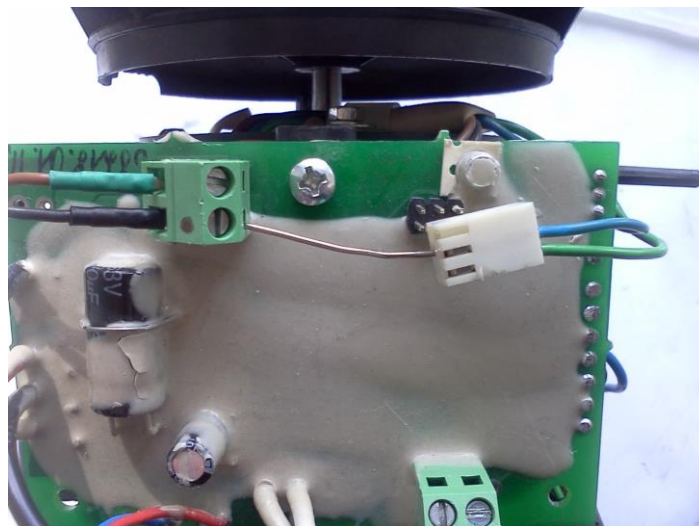

Fig. 12 - Collegamento del segnale di controllo (modulazione di durata degli impulsi) del motore per il controllo
- 2) Controllare l'efficienza del CA. Per questo, utilizzate un ponticello, un filo sottile o un cavo per chiudere brevemente il contatto del cavo blu (ceppo bianco, modulazione di durata degli impulsi) al contatto del cavo nero (fig. 12). In questo caso, il riscaldatore deve avere l'alimentazione, ma non deve essere acceso. Se il ventilatore ha iniziato a girare, il CA è in buono stato.
- 3) Verificare la mancanza di "punti morti" nel CA. Per questo verificare che il CA può essere attivato da tutte le posizioni cambiando la posizione del ventilatore e chiudendo il contatto del cavo blu con quello nero (fig.12). Se ci sono dei "punti morti", il CA è difettoso.
- 4) Controllare il buono stato del canale della misurazione dei giri. Per fare questo, chiudete i contatti del cavo blu e nero (fig.12) e sul cavo verde misurate la frequenza degli impulsi tramite un tester digitale. Mentre il CA sta accelerando, la frequenza degli impulsi deve aumentare. Aprite il contatto. Il CA comincia a rallentare i giri e la frequenza degli impulsi comincia a diminuire. Se qualsiasi di queste condizioni non è soddisfatta, il CA è difettoso.